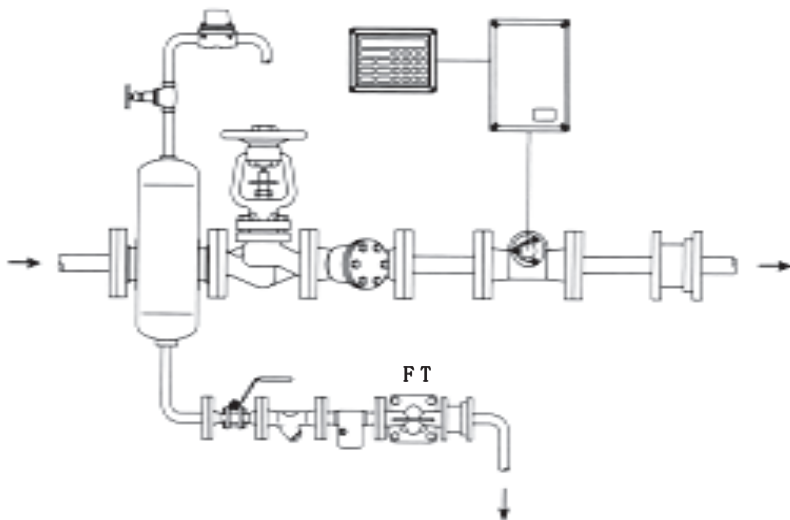

图 5
- 3.5 疏水阀安装在蒸汽系统出口的下方，疏水阀前有一小段下降管，一般长150mm（6”）。见图5。如果未安装下降管，在低负荷时，可能有蒸汽在冷凝水上方流动并进入疏水阀。